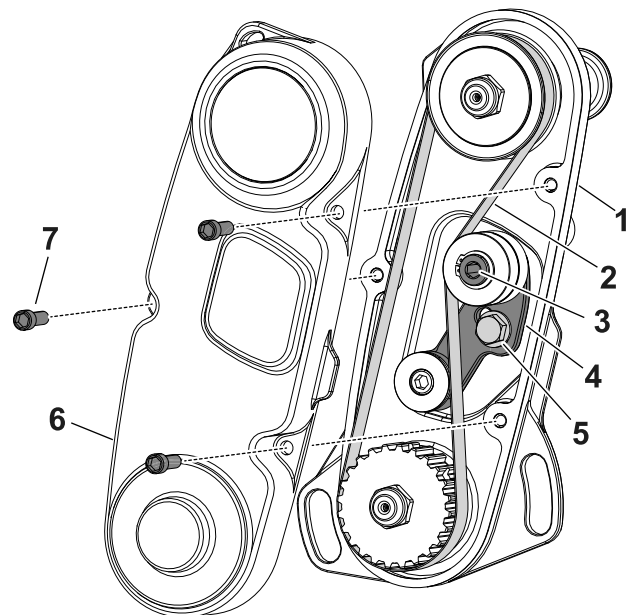

Figure 16
1. Déposez le protège-courroie pour exposer la courroie (Figure 16).
2. Desserrez le boulon du bras de la poulie de tension et faites pivoter le bras (Figure 16) pour détendre la courroie.
3. Déposez la courroie (Figure 16).
6. Installez la courroie et tendez-la en exerçant un couple de 6 à 7 N·m dans l'alésage hexagonal du bras de la poulie de tension, comme montré à la Figure 16.